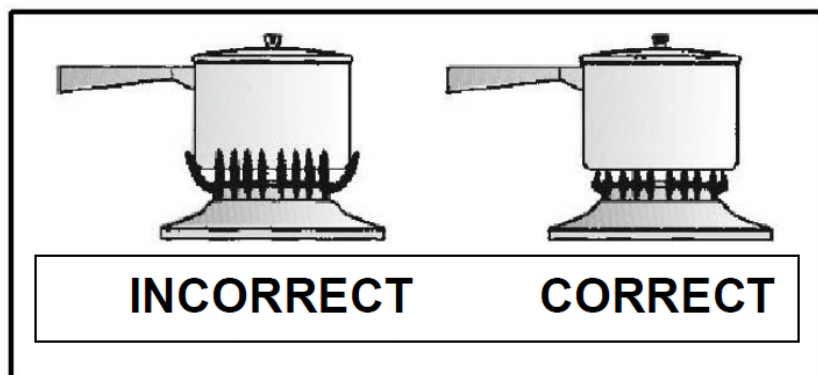

Figure 25
• **⚠** Veuillez ne pas laisser dépasser la flamme au-delà du bord extérieur de l'ustensile. Une flamme plus haute gaspille simplement de la chaleur et de l'énergie, et augmente vos risques d'être brûlé par celle-ci. (Voir la figure 25)